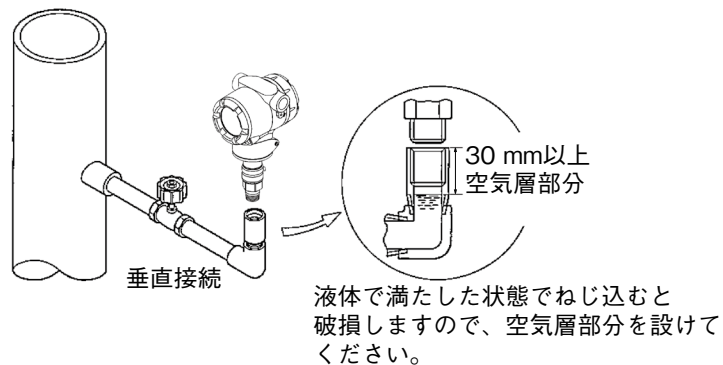

図 2-32 設置上の注意事項
- ・ プロセス本器に液体を満した状態で本器を締め付けると、過大圧力が本器にかかり、本器が破損するおそれがあります。この場合、図 2-32 に示すように空気層部分を設けてください。